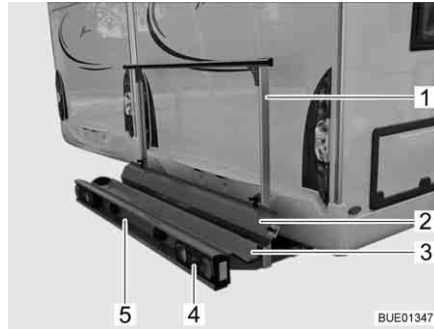
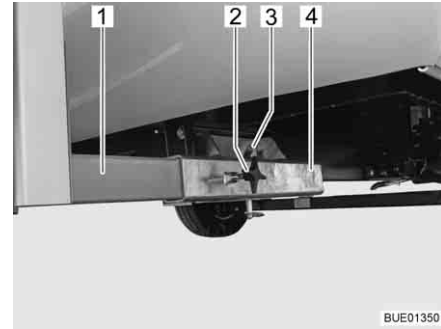

Fig. 9 Soporte para cargas
Fig. 10 Dispositivo de fijación en el vehículo
El soporte para cargas (Fig. 9) permite llevar una motocicleta o un escúter con un peso de hasta 130 kg.
- Cubeta portadora (Fig. 9,3) y estribo de sujeción (Fig. 9,1) con dispositivo de fijación en el vehículo (Fig. 10)
- Luces traseras (Fig. 9,4)
- Luz de matrícula (Fig. 9,5)
- Riel de subida (Fig. 9,2)
Los dos soportes longitudinales (Fig. 10,1) del soporte para cargas están fijados con tornillos de torniquete (Fig. 10,2) en los alojamientos cuadrados (Fig. 10,4) en el piso del vehículo. El soporte para cargas está asegurado mediante un perno (Fig. 10,3) con anillo de retención.